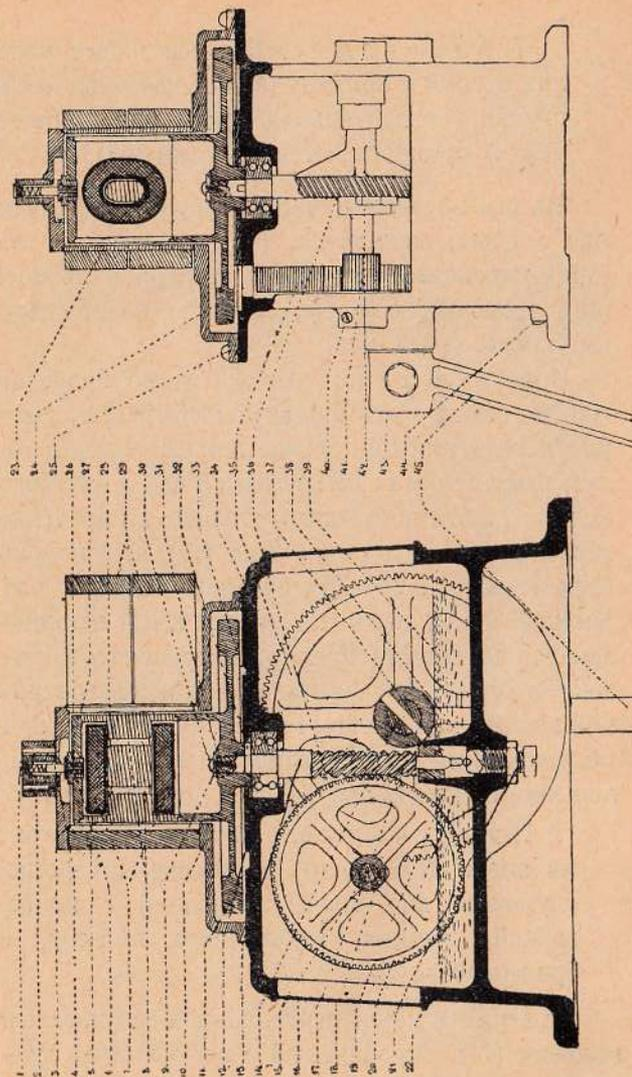

Рис. 11. Разрез привод-магнето
**ОПИСАНИЕ «ПРИВОД-МАГНЕТО»** Привод-магнето состоит из следующих частей (см. рис. 11 и 12). Чугунная станина (34) с двумя боковыми крышками (16) для осмотра, наливания масла (39) и ремонта. Крышки привинчиваются винтами (22). Для крепления к приводу-магнето служит верхняя крышка (10), прикрепляемая к корпусу винтами (25).
(См. рис. 11 и 12)
Отвинчиваем винты (25 — рис. 11 и 12), снимаем верхнюю крышку (10) с приклепанным на ней магнето (или динамо). Пра-вой рукой вытаскиваем маховик (11), который должен свободно выходить. К этому маховику прикреплен якорь (28) и вертикальная ось (13), вставленная в шарико-подшипник (33). Отвинчиваем пробочный винт (44) выпускного гор-ла 1, слегка наклонив привод в сторону горла, вы-пускаем из него по возможности все масло. После чего винт (44) ставим на место. Отвинчиваем винты и удаляем боковую крышку привода (16).